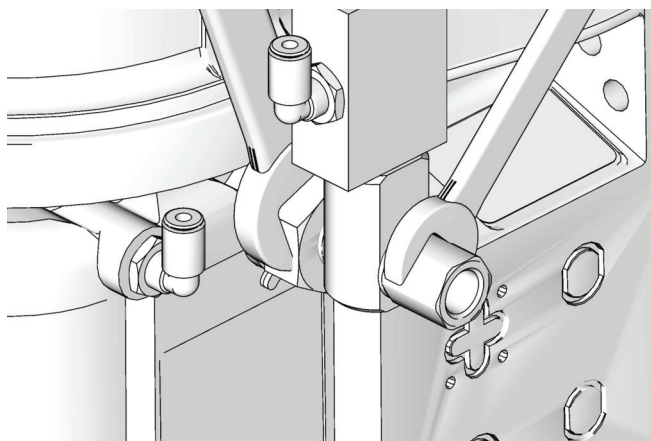

FIG. 6
12. Utilizzare due chiavi lavorando in direzioni opposte per serrare il raccordo. Stringere il raccordo a 45,7 N•m (35 pollici lb) (FIG. 6).